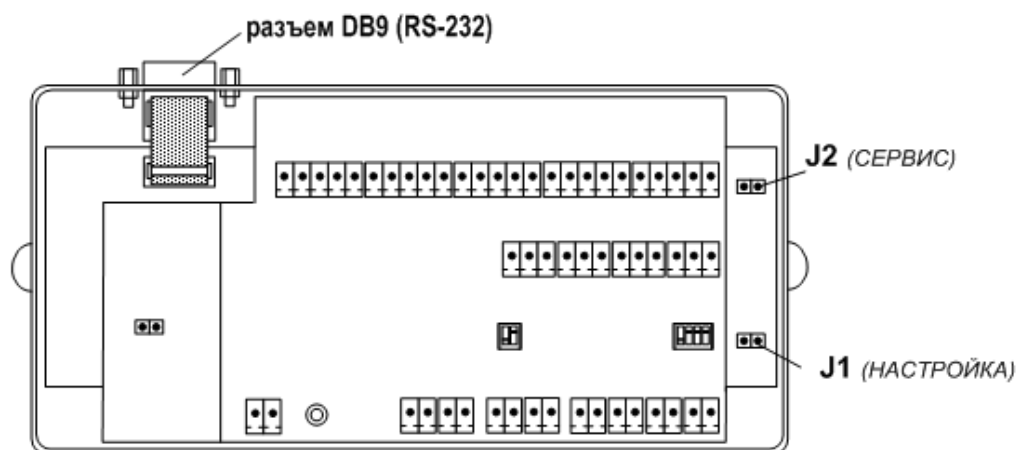

Рис.4. Расположение контактных пар J1 и J2 на плате модуля вычислителя.
5.1.4. Режим задается комбинацией наличия / отсутствия замыкания с помощью перемычек двух контактных пар J1 и J2, расположенных на плате модуля вычислителя (рис.4).